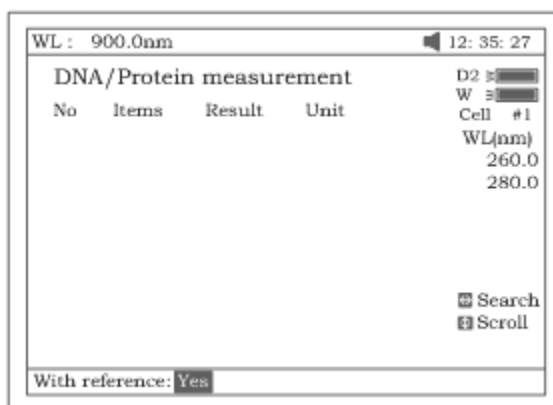

Рисунок 63
2. Выбор режима осуществляется нажатием клавиши **[F2]**. «Разность оптической плотности 1» (Absorbance difference 1) предназначена для анализа при значениях оптической плотности 260нм, 280нм и 320нм (необязательное), а «Разность оптической плотности 2» (Absorbance difference 2) — предназначена для анализа при значениях оптической плотности **260нм, 280нм и 320нм** (необязательное). Затем следует выбрать режим анализа с использованием холостого раствора или без него. Если выбрать режим с холостым раствором (yes), значение A холостого раствора должно составлять «0» (рис.63).